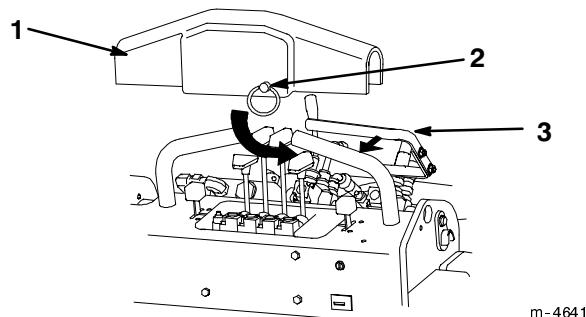

Abbildung 15
3. Den Zusatzgeräte-Hydraulikhebel zum Bedienungsgriff ziehen und die Hydraulik- hebelklemme über den Handgriff drücken und nach rechts schieben, damit der Stift in der Klemme unter den rechten Handgriff kommt (Abb. 15).
5. Die Hydraulikhebelklemme entfernen (Abb. 15).